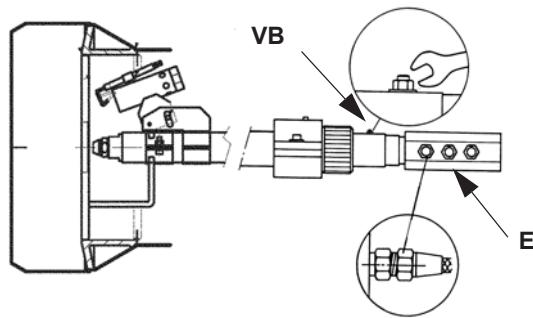

Рис. 31
- отвинтить крепежные соединения (E на Рис. 31) трубок дистоплива (использовать два ключа для отвинчивания и завинчивания этих соединительных муфточек, закрепленных на узле распределителя);